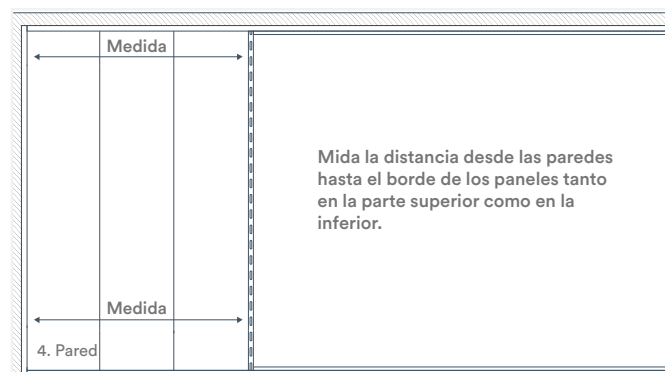

Fig. 14
7. Revise periódicamente la instalación para asegurarse de que los paneles sigan instalados en filas rectas y uniformes. Para ello, mida la distancia desde la pared hasta el borde de los paneles tanto en la parte superior como en la inferior del panel (Fig. 14). Si ambas medidas son idénticas, la instalación está correctamente alineada. Si las medidas son desiguales, deberá corregir la posición de su tablero.